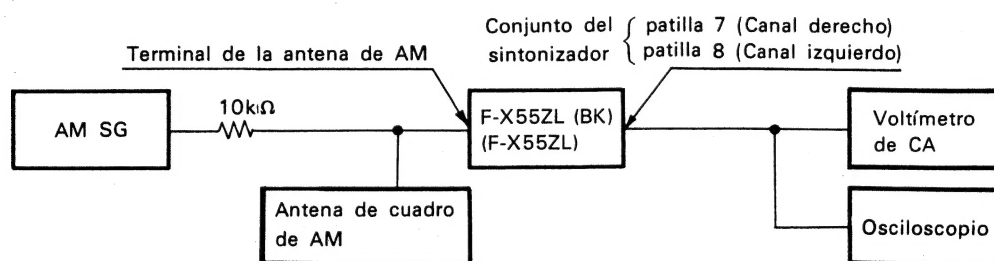

Fig. 12-2 Diagrama de conexión de ajuste de AM
- Conecte como es indicado en la Fig. 12-2.
- Oprima la tecla AM (LW) para fijar el modo AM (LW).